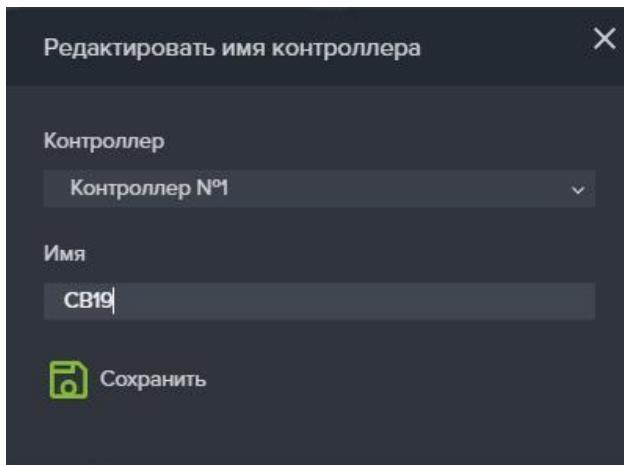

Рисунок 33. Изменение имени контроллера
2. Нажмите на кнопку «Редактировать имя контроллера». Откроется одноименное окно (см. Рисунок 33);